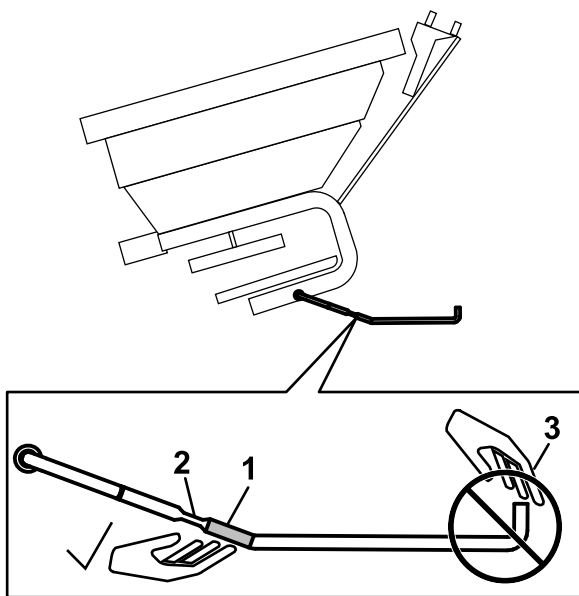

Figure 22
2. Prenez la béquille près du cran de verrouillage (voir Figure 22) et levez-la vers la cadre de la trémie.